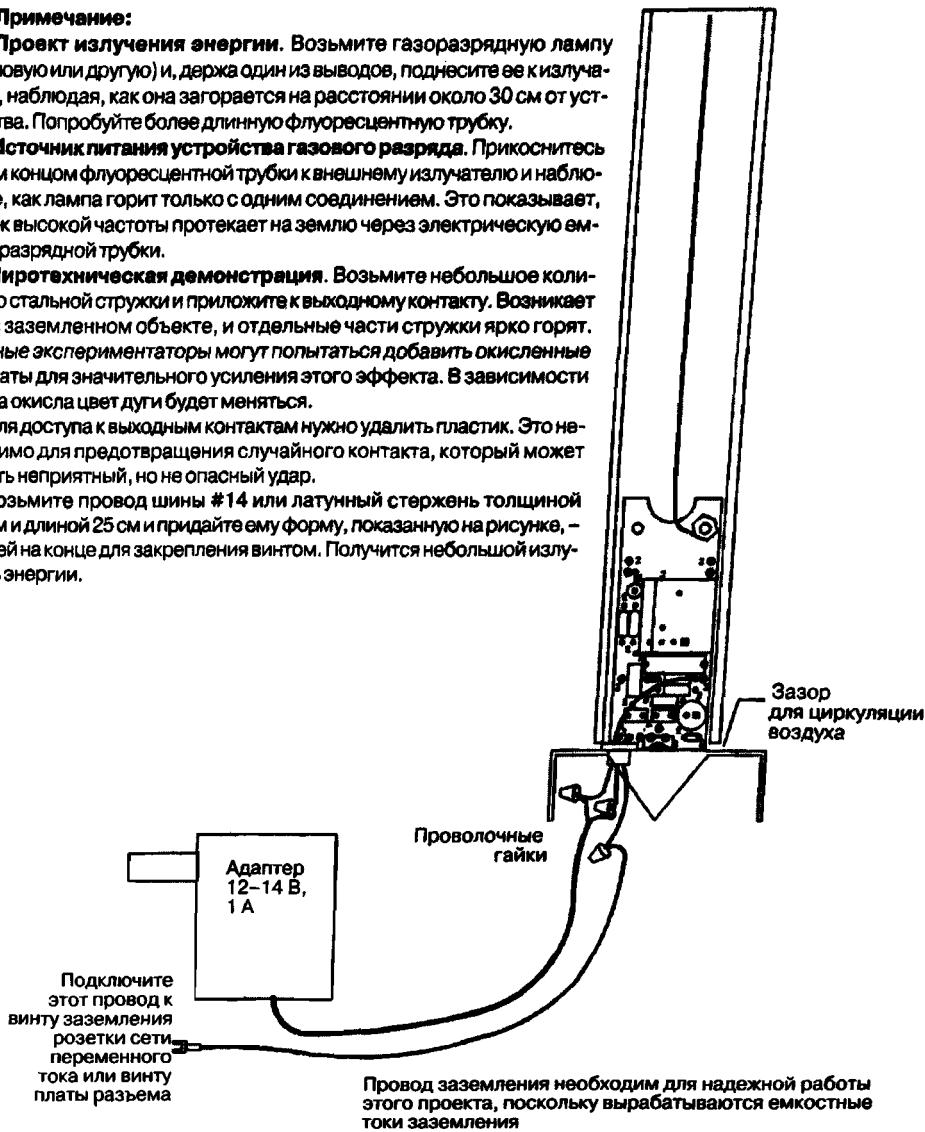

Рис. 16.5. Устройство излучения энергии
- Излучение энергии.** Зажигает свет без проводных соединений (рис. 16.5).
- Источник питания газоразрядного устройства.** Подает электроэнергию на неоновые лампы или лампы с другим газовым наполнением (см. рис. 16.5).
- Электрические пиротехнические демонстрации.** Сжигает кусок стальной стружки в виде дождя из искр (см. рис. 16.5).